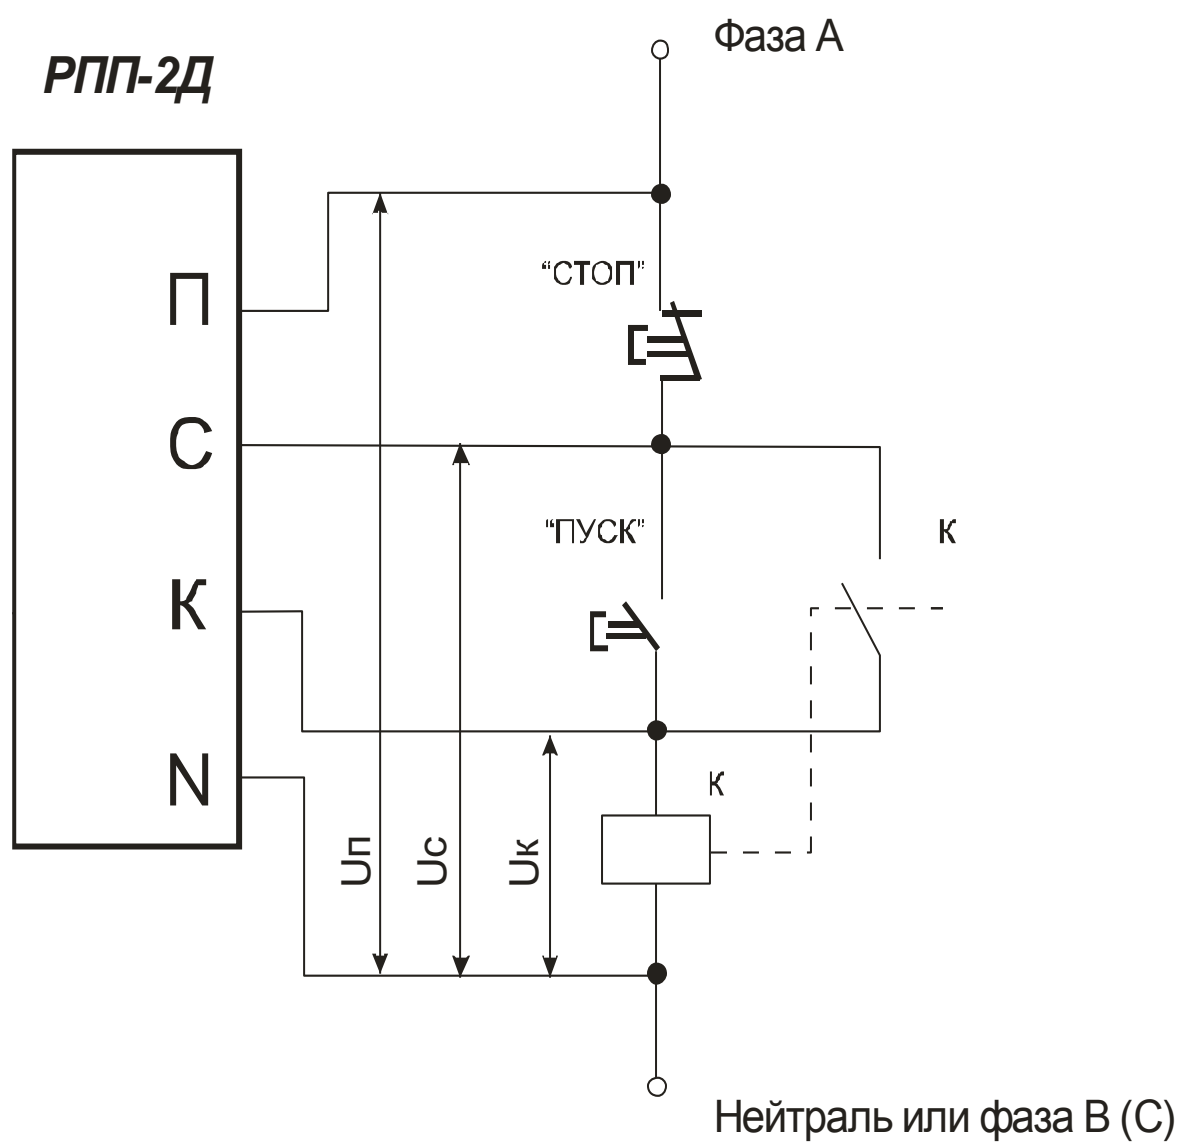

Рисунок 2 – схема подключения реле РПП-2Д к аппарату управления электродвигателем
7.2 Подключение реле производится в соответствии со схемой рис.2,3.